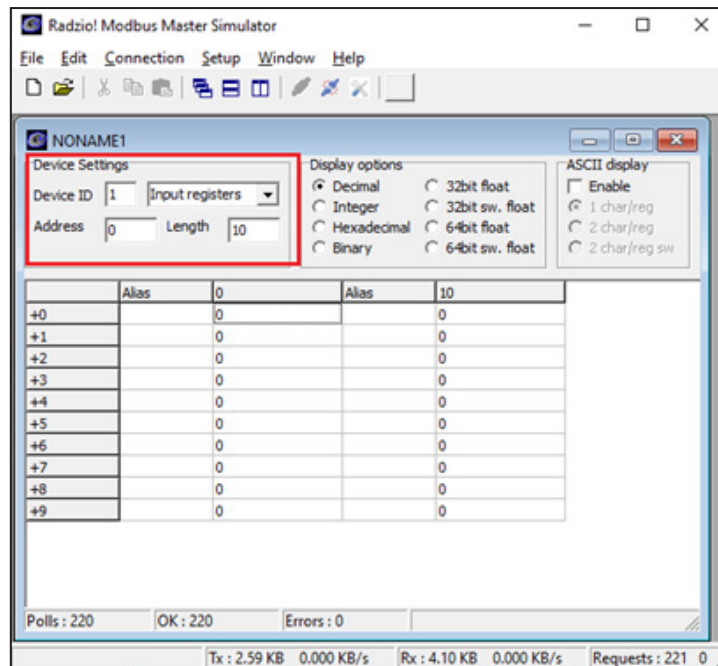

Abbildung 7: Die Standardeinstellungen für Radzio sind Ändern
8. Ändern Sie die **Device Settings** im neuen Modbus-Blatt. (Abb. 7)